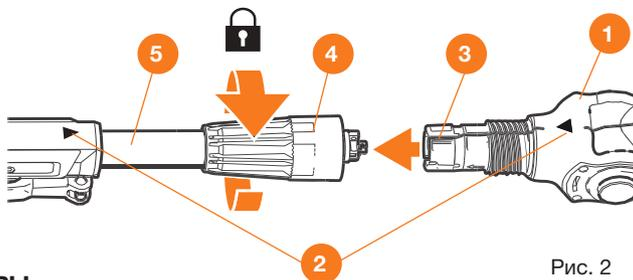

Рис. 2
1. Выберите необходимую для установки рабочую насадку **1** (Рис. 2).
1. Открутите крепежный винт **1** крышки цепного колеса, снимите крышку цепного колеса **2** (Рис. 2).